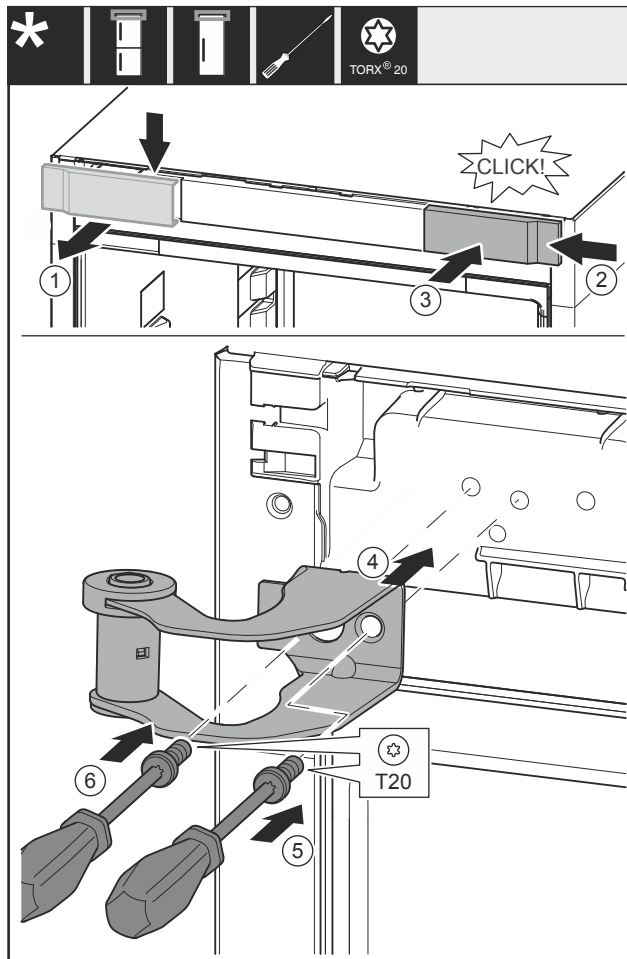

Fig. 20
- ▶ Rimuovere la copertura Fig. 20 (1) dall'alto in avanti.
- ▶ Agganciare da destra la copertura Fig. 20 (2) ruotata di 180° sull'altro lato.
- ▶ Innestare la copertura Fig. 20 (3).
- ▶ Applicare la staffa di supporto superiore Fig. 20 (4).
- ▶ Stringere la vite Fig. 20 (5).
- ▶ Stringere la vite Fig. 20 (6).